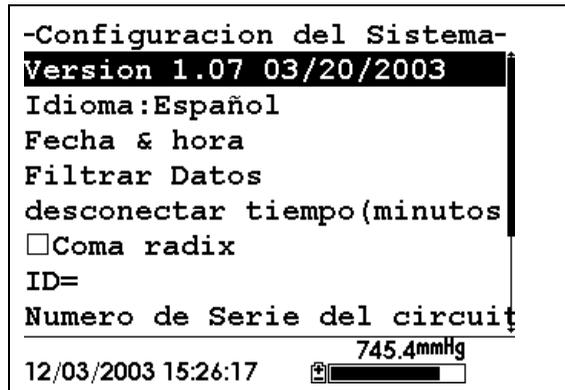

Imagen 10.2 Pantalla de Configuración del Sistema
2. Use las flechas para seleccionar la opción de Fecha & Hora de la pantalla de configuración. Ver Imagen 10.2 Pantalla de Configuración del Sistema.
2. Use las flechas para seleccionar la opción de Temporizador de apagado en la pantalla de configuración del sistema. Ver Imagen 10.2 .
2. Use las flechas para seleccionar la opción de Coma de Decimal en la pantalla de configuración del sistema. Ver Imagen 10.2 .
6. Use las flechas para seleccionar la opción de Unidades barométricas en la pantalla de configuración del sistema. Ver Imagen 10.2 .